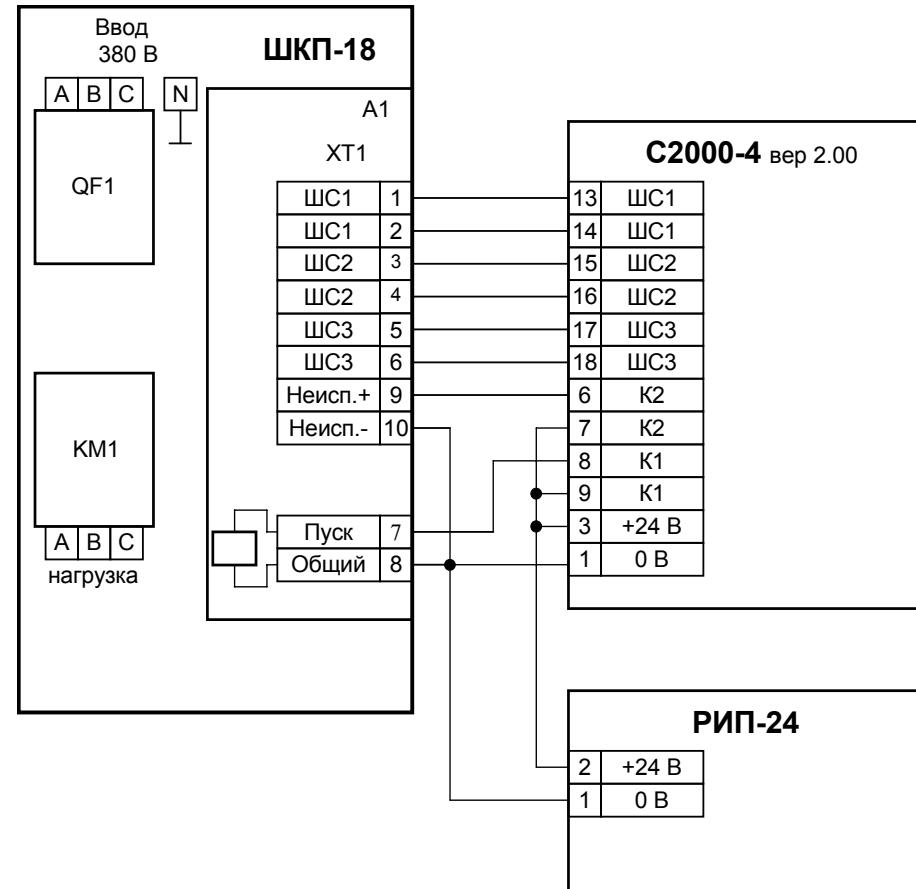

Рисунок 2 Пример подключения шкафа «ШКП-18» к прибору «С2000-4»
- 3) Подключить к шкафу провода питающего сетевого напряжения, цепей нагрузки и контроля состояния согласно схеме электрической рис. 2.